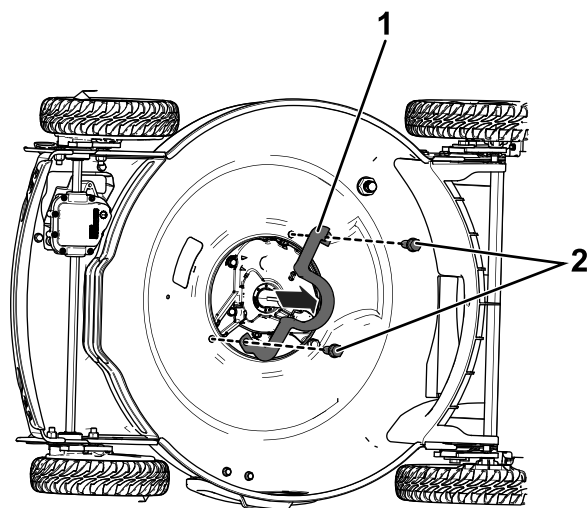

Rysunek 4
8. Zdejmij oba paski z napędu ostrza, a następnie zdejmij i zachowaj mocowanie napędowe ostrza (**Rysunek 4**).